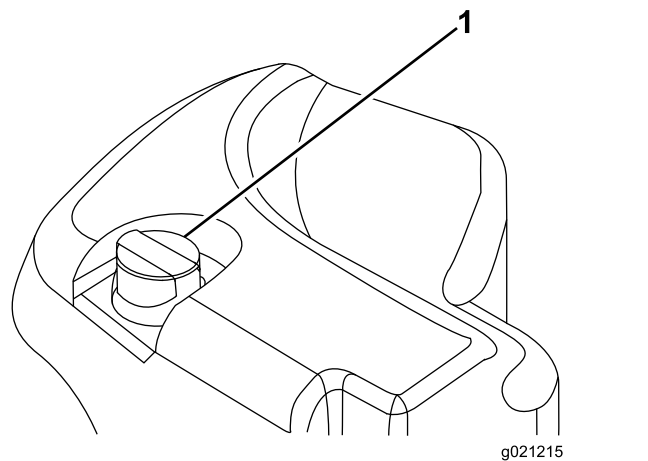

Figura 64
2. Pulite attorno al collo del bocchettone e del tappo del serbatoio idraulico (Figura 64).